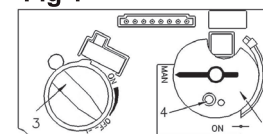

Fig 2
- Mettez le bouton MAN (2) en position ON; réglez le bouton d'admission du gaz (3) au réglage le plus bas (☺).
- Sur la télécommande, appuyez en même temps sur les boutons 'OFF' et  (grande flamme); un court signal sonore indique que l'allumage commence. D'autres signaux sonores indiquent que l'allumage est en cours. Quand la veilleuse est allumée, le bouton des flammes (3) tournera automatiquement au réglage le plus haut. Appuyez sur  (petite flamme) sur la télécommande pour réduire la hauteur des flammes.
4. **ALLUMAGE MANUEL** (fig. 2) : Avec la fenêtre enlevée, repérez la veilleuse (fig. 3) dans la boîte de foyer.
- Bouton MAN (2) en position MAN;
- Réglez le bouton du gaz (3) en position la plus basse (☺);
- Avec une pointe comme un stylo, pressez le centre métallique (4) pour établir l'apport de gaz à la veilleuse;
- Toujours en pressant le centre métallique (4), allumez la veilleuse (5) avec une allumette. Continuez de presser le centre métallique (4) pour environ 10 secondes; relâchez et la veilleuse restera allumée.
- Si la veilleuse ne reste pas allumée après plusieurs essais, tournez le bouton du gaz (3) à "OFF" (☺) et appelez votre agent de service ou votre fournisseur de gaz.
- Remplacez la fenêtre et mettez le bouton MAN (2) à ON; tournez le bouton du gaz (3) vers le haut (☺) le bas (☺) ou utilisez les boutons de flammes () () sur la télécommande pour les régler.